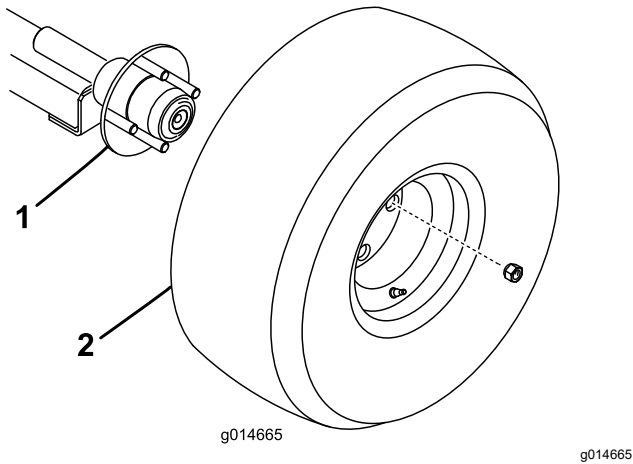

Figura 5
1. Montai un ansamblu de roată pe fiecare butuc de ax cu 4 prezoane (Figura 5). Strângeți piuliele la 108 Nm.